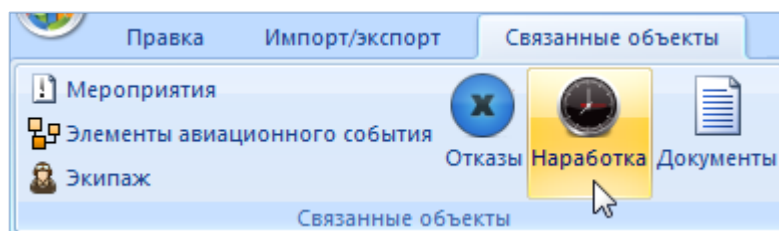

Рис. 13-435 – Панель «Связанные объекты»
- 2) Выбрать событие в рабочем окне «Авиационные события». Открыть окно связанных объектов «Наработка» для выбранного события, для этого нажать кнопку «Наработка» панели «Связанные объекты» (рис. 13-435).
- 2) Переместить миссию из окна «Наработка» на авиационное событие в рабочее окно «Авиационные события» (рис. 13-435).